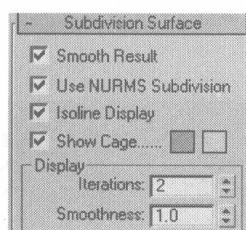
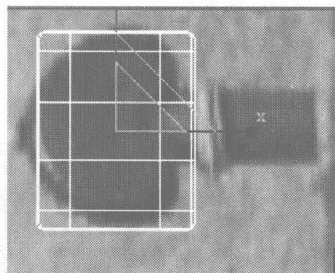
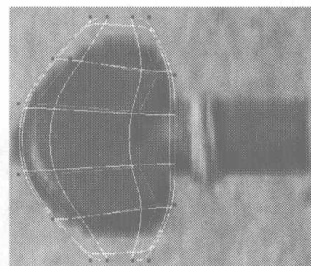

图 5.343
图 5.344
图 5.345
- 03** 打开细分，在 **Subdivision Surface** 卷展栏中设置如图 5.343 所示参数，模型显示如图 5.344 所示。调整模型上的点到如图 5.345 所示的位置。